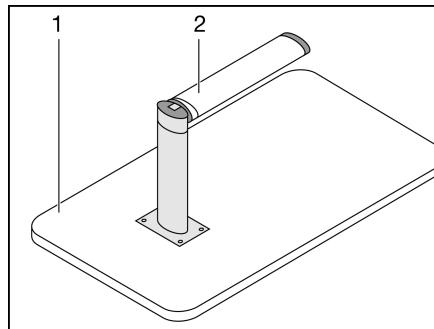

Fig. 52 Sommier de lit
- Soulever légèrement le plateau de table (Fig. 52,1) à l'avant d'env. 45°.
- Tirer la partie inférieure du pied de table (Fig. 52,2) vers le bas et le rabattre de 90°.